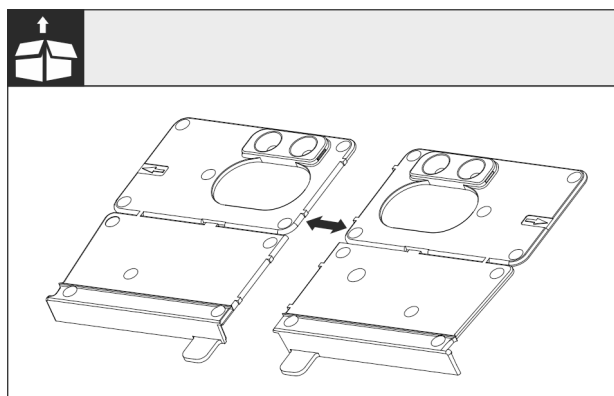

Fig. 27
- Dela monteringsvinkeln för botten Fig. 27 () vid perforeringen.